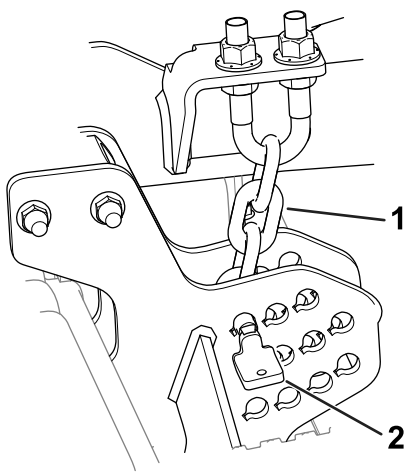

図 10
1. 刈高チェーンをカッティングユニット後部に固定しているピンを外す 図 10。
ピンは、刈高チェーンの一番下の輪に通すこと。また、チェーンはねじらずに真っ直ぐ降ろすこと 図 10。